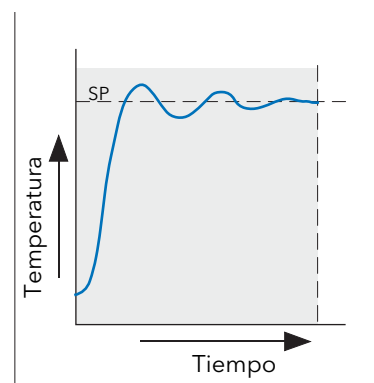

Figura 6.2.2b Control proporcional + integral
La banda proporcional (PB) emite una salida que es proporcional al tamaño de la señal de error. Se trata del rango en el que la potencia de salida se ajusta continuamente de forma lineal del 0% al 100% (para un controlador de calentamiento únicamente). Por debajo de la banda proporcional, la salida se activa por completo (100%), por encima de la banda proporcional la salida se desactiva por completo (0%), como muestra la figura 6.2.2b.
La Figura 6.2.2b muestra acción proporcional más integral.